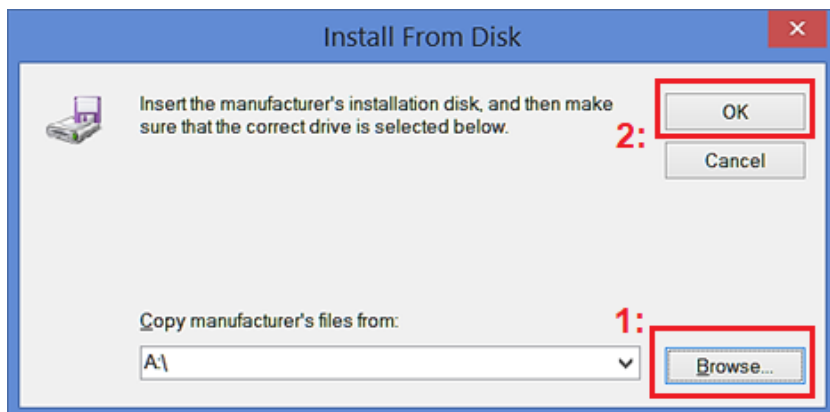
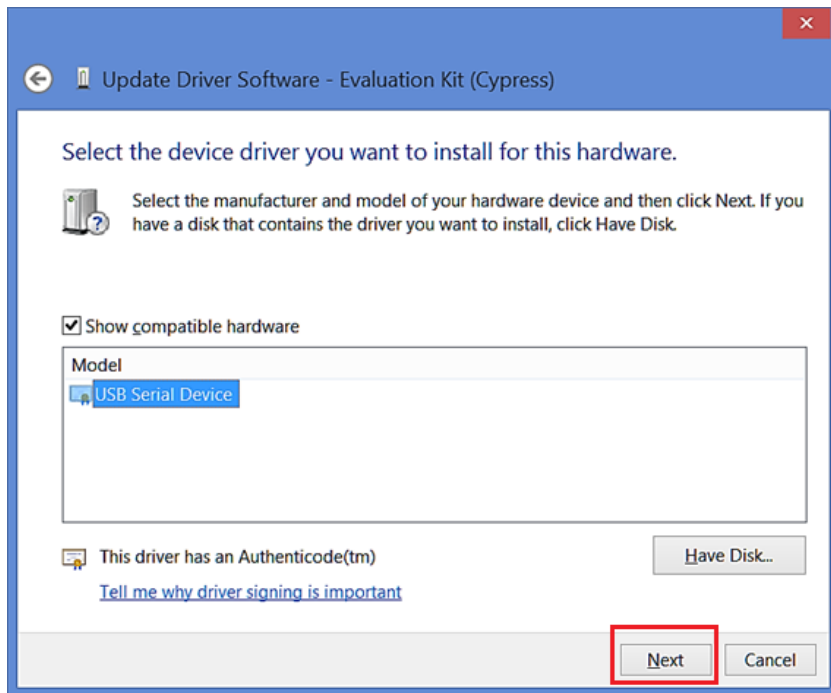

Figure 93. ドライバソフトウェアの更新- 5
Figure 94. ドライバーソフトウェアの更新- 6
8. 必要なファイルをインストールします。下のようなポップアップウィンドウ (Figure 93) が表示された場合は、「OK」を選択して先に進んでください。「次へ」を選択する必要がある古いポップアップウィンドウに戻ります (Figure 94)。